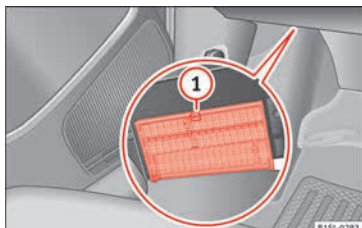

Fig. 82 Sous la planche de bord, côté conducteur : cache du boîtier de fusibles.
- **Ouverture** : appuyez sur le levier de verrouillage » **fig. 82** ① jusqu'à ce que le couvercle puisse s'ouvrir. Rabattez le couvercle vers le bas.
- **Fermeture** : rabattez le couvercle vers le haut dans le sens contraire à la flèche jusqu'à ce qu'il s'encastre de manière audible sur le levier de verrouillage ①.